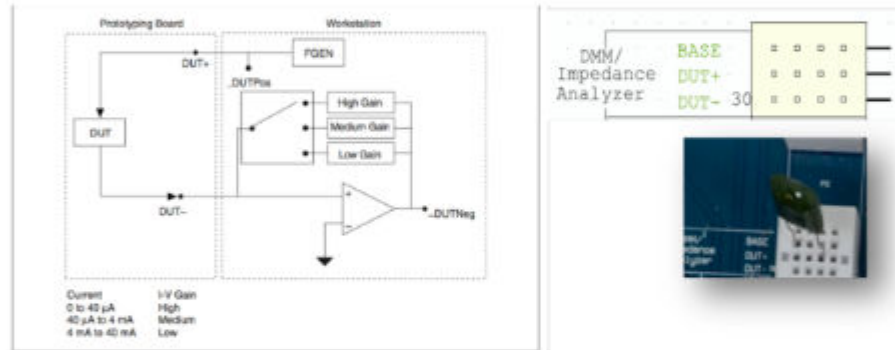

Figura 4: Circuito esquemático interno do instrumento virtual *Impedance Analyzer*.
A caracterização de dispositivos e sistemas com dois terminais (dipolo) e quatro terminais (quadripolo) pode ser estática (CC) ou dinâmica (CA) conforme ilustrado na Figura 3. O NIEVIS II+ é um módulo equipado com instrumentos virtuais para realizar tanto caracterização estática CC (Instrumentos virtuais 2-Wire, 3-Wire) quanto dinâmica CA (Impedance Analyzer, Bode Analyzer). No caso do Impedance analyzer os terminais de testes estão ilustrados na Figura 4. O NIEVIS II+, através dos pinos DUT+ e DUT- (**D**evice **U**nder **T**est, que em tradução livre significa: Dispositivo Em Teste), aplica uma tensão senoidal de **amplitude** e **frequência** ajustáveis automaticamente sobre o DUT e mede simultaneamente a amplitude e fase da tensão V aplicada sobre o DUT e da corrente I que circula através do DUT. A partir dessas medições calcula a impedância e desenha o fasor numa tela gráfica.